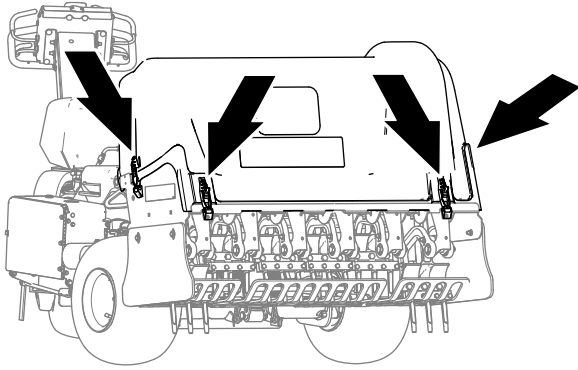
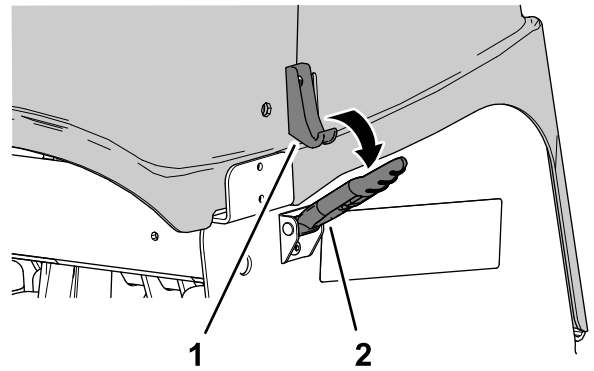

Bild 137
Bild 139
4. Entriegeln Sie die Abdeckung des Aerifizierkopfs an den vier Verriegelungspunkten (Bild 137 und Bild 139).